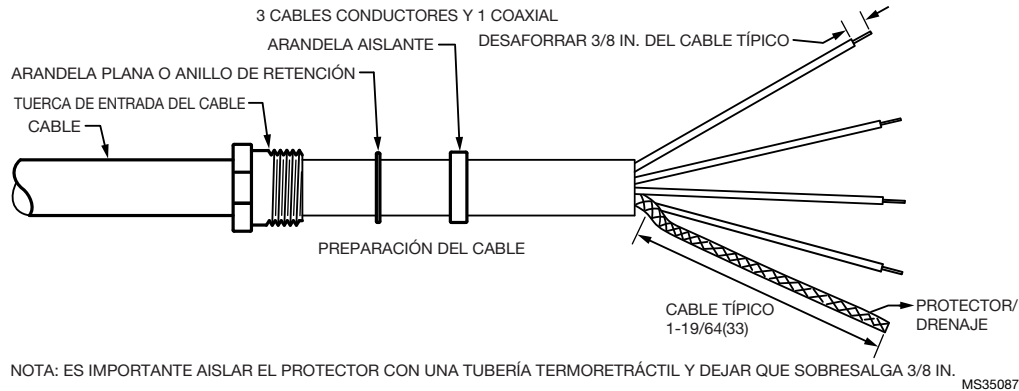

Fig. 3. C330S.
8. Quite 3/8 de in de cada cable, como se muestra en el esquema de montaje de la Fig. 3 on page 7.